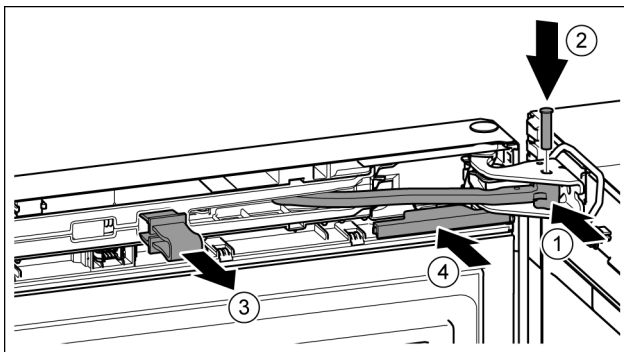

Fig. 22
- ▶ Kĺb otočte v ložiskovej konzole. Fig. 22 (1)
- ▶ Do ložiskovej konzoly a kĺbu vložte časť. Pritom dbajte na to, aby sa zaisťovací doraz nachádzal správne v drážke. Fig. 22 (2)
- ▶ Vyberte poistku. Fig. 22 (3)
- ▶ Nasuňte kryt. Fig. 22 (4)